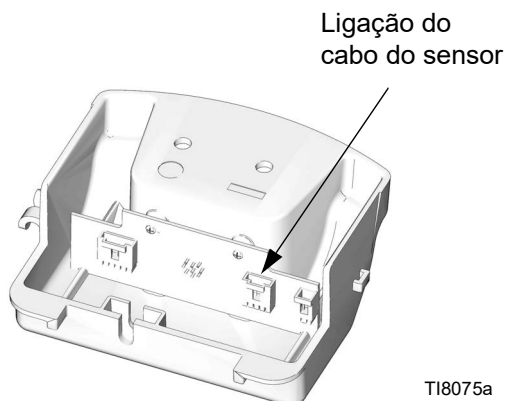

FIG. 15. Ligação do cabo do sensor
- a. **DataTrak Modelos:** Retire os 2 parafusos (135). Remova cuidadosamente o módulo DataTrak (131), consulte a página 14. Desligar os cabos do solenoide de segurança em caso de desferragem e do sensor da placa do módulo. Retirar os dois parafusos (134) e o compartimento (132) da válvula pneumática, fazendo-o deslizar com cuidado.
- b. **Modelos com sensor linear:** Remover os parafusos (134) e, cuidadosamente, retirar o compartimento (132) da válvula pneumática, fazendo-o deslizar. Desligar o cabo do sensor da placa de circuito. Consulte FIG. 15 na página 28.
10. Reinstalar o silenciador (15). Apertar completamente os parafusos (43) contra o silenciador.
11. Montar a cobertura exterior da válvula (47).
- a. **DataTrak Modelos:** Fazer deslizar, cuidadosamente, o compartimento (132) na direção da válvula pneumática. Apertar manualmente os parafusos (134) e, em seguida, com um momento de aperto de 11,3 N•m (100 pol-lb). Voltar a ligar os cabos do solenoide e do sensor ao módulo DataTrak (131), consulte a página 14. Cuidadosamente, fazer deslizar o módulo de volta para o compartimento (132). Voltar a instalar os dois parafusos (135).
- b. **Modelos com sensor linear:** Ligue o cabo do sensor à placa do circuito. Consulte FIG. 15, página 28. Fazer deslizar, cuidadosamente, o compartimento (132) na direção da válvula pneumática. Apertar manualmente os parafusos (134) e, em seguida, com um momento de aperto de 11,3 N•m (100 pol-lb).
13. Montar a cobertura superior (30).
5. Remover os parafusos (134) e, cuidadosamente, retirar o compartimento (132) da válvula pneumática, fazendo-o deslizar. Desligar o cabo do sensor da placa de circuito. Consulte FIG. 15.
6. Passar o cabo pelo orifício (H) na parte lateral do adaptador (33) e puxá-lo pelo topo do adaptador.
7. Desapertar o adaptador (33) e o sensor (35). Elevar o sensor na vertical e retirá-lo do motor.
8. Aplique adesivo na estrutura de sensor nova. Aparafuse o sensor (35) a tampa superior (1). Apertar com um momento de aperto de 40,6-48,8 N•m (30-36 pés-lb).
9. Aplique adesivo no adaptador (33). Estenda o cabo do sensor directamente para o topo da adaptador e depois aparafuse o adaptador na tampa superior (1). Apertar com um momento de aperto de 40,6-48,8 N•m (30-36 pés-lb).
10. Passar o cabo do sensor pelo orifício (H) na parte lateral do adaptador e voltar a ligá-lo à placa de circuito. Consulte FIG. 15, página 28. Fazer deslizar, cuidadosamente, o compartimento (132) na direcção da válvula pneumática. Apertar manualmente os parafusos (134) e, em seguida, com um momento de aperto de 11,3 N•m (100 pol-lb).
11. Aplique adesivo no anel de elevação (21). Segure o adaptador (33) com uma chave para não inclinar e aperte o anel de elevação para 40,6-48,8 N•m (30-36 pés-lb).
12. Montar a cobertura superior (30).